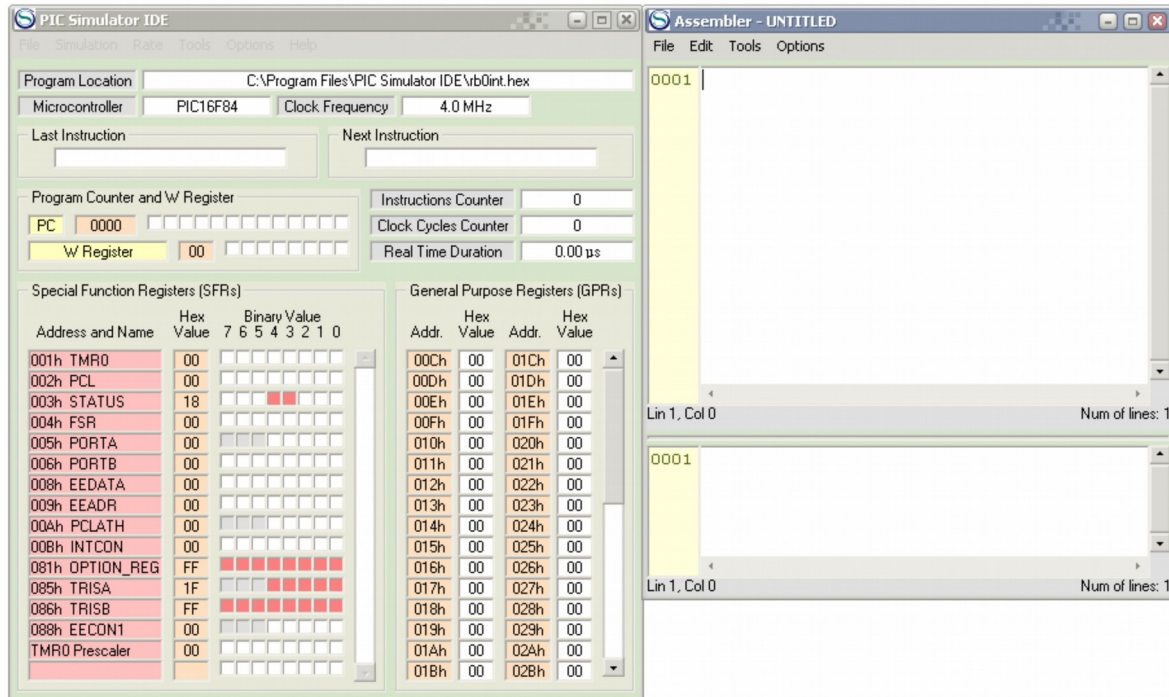

Рис. 2 Вікно симулятора з відкритим вікном Assembler
1. Натиснути Options | Assembler. Відкриється вікно компілятора Assembler – UNTITLED (рис. 2);
- Вигляд екрану з виконуваною програмою показано на рис. 2 (натискання кнопки «Т», пов'язаної з ніжкою RB0 / INT, переключить логічний стан цього виводу).
Вміст регістрів контролера, які використовуються при виконанні програми, знаходимо з області регістрів Address and Name , яка розташована в лівій нижній частині основного вікна симулятора (виділені рожевим кольором) (рис. 2). Всі регістри возьмирозрядні.